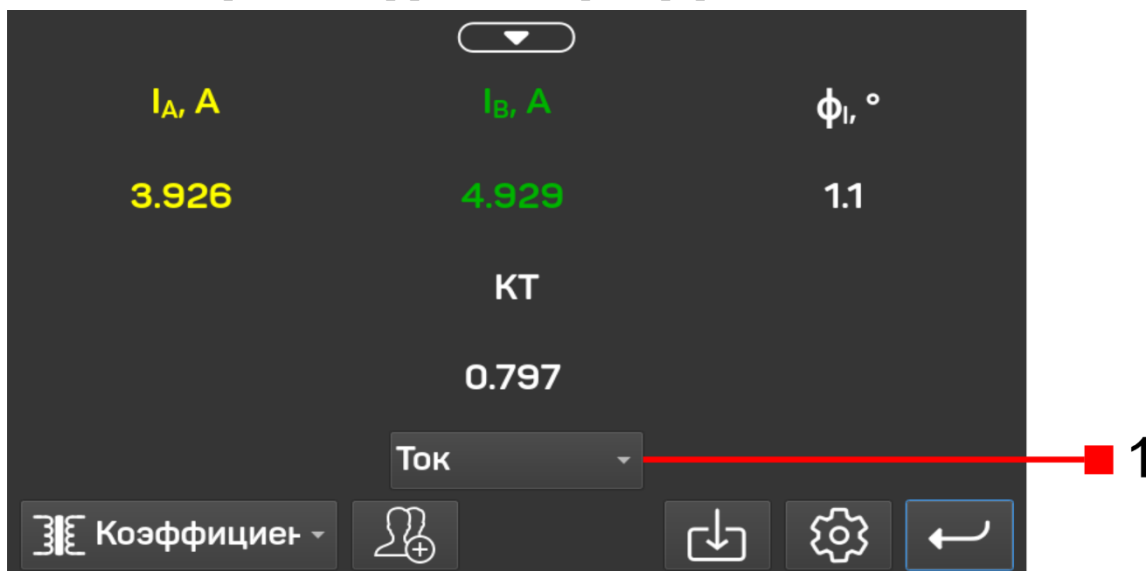
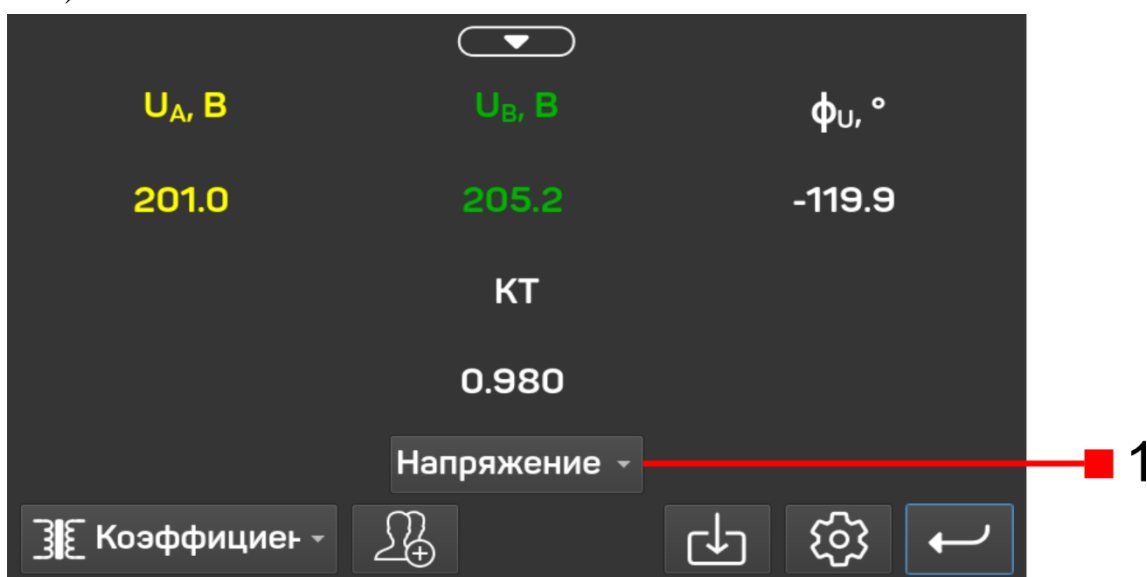

Рис. 15 – Режим «Основной» при измерении коэффициента трансформации тока
Рис. 16 – Режим «Основной» при измерении коэффициента трансформации напряжения
В режиме измерения коэффициента трансформации отображаются токи I_A и I_B (рис. 15) или напряжения U_A и U_B (рис. 16), сдвиг фаз между ними и коэффициент трансформации (рассчитанный по формуле (19) из п. 4.11.14).
Переключение между измерением коэффициента трансформации тока или напряжения происходит через выпадающий список (элемент 1 на рис. 15 или рис. 16).